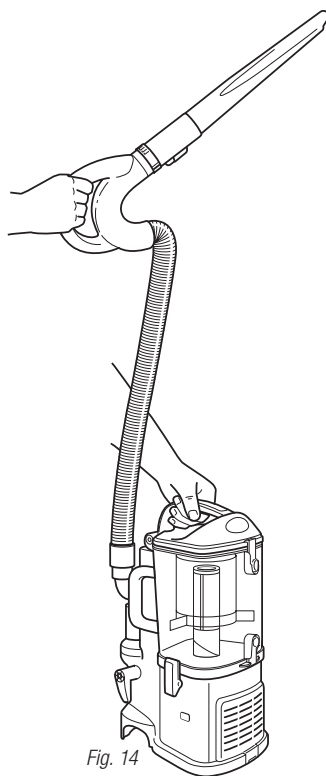

Fig. 14
- 4 Mettez l'interrupteur marche/arrêt en position "I" pour mettre l'aspirateur en marche pour le nettoyage des surfaces élevées et tenez la poignée dans une main pendant que vous transportez le chariot amovible de l'autre main. (Fig. 14)
- 3 **Votre aspirateur a une puissance d'aspiration immense. Ajustez le niveau d'aspiration avec la sortie d'aspiration située sur la poignée. Ouvrez la vanne (a) en tournant le collet en sens inverse des aiguilles d'une montre à 90° pour une aspiration basse lorsque vous effectuez des travaux légers, tels que draperies et surfaces délicates. Fermez la vanne (a) en tournant le collet dans le sens des aiguilles d'une montre à 90° pour une aspiration élevée et lorsque vous utilisez les accessoires portative. (Fig. 14)**